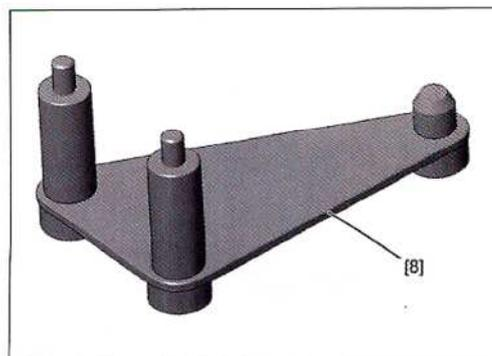

FIG. 36
- Extraer la jaula interior (2), con ayuda del extractor [1].
- Preparar el útil [8] (Fig.36).